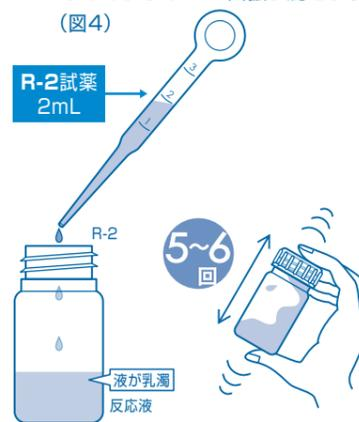

図4
④100mLポリビンにR-2試薬2mLをピペットで加え、すぐに蓋をしっかりとめてかるく5~6回振り混ぜます。(図4)